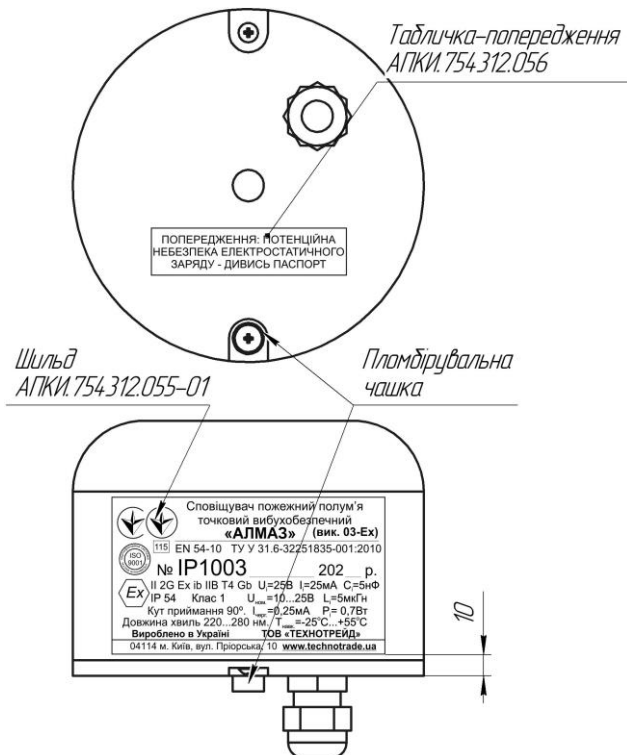

Рисунок 10.1 Маркування СП.
10.1. На корпусі СП укріплений шильд АПКИ.754312.055-01 (Рис. 10.1), на якому вказано:
10.2. Табличка-попередження АПКІ.754312.056 приклеюється на зовнішній стороні основи СП (див. рис. 10.1).